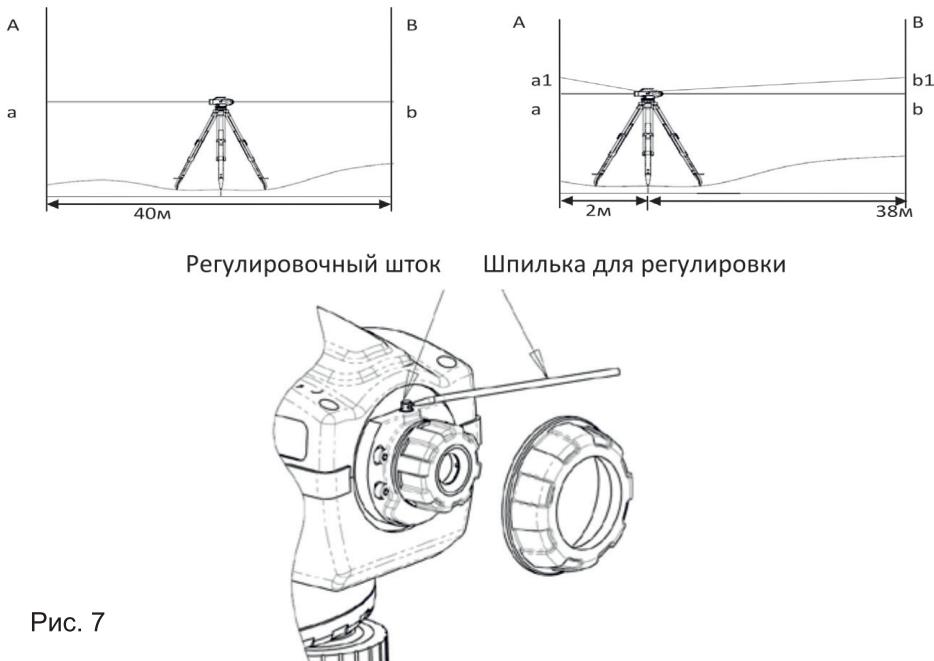

Рис. 7
3. Замерьте расстояние между точками a, a1 и b, b1. Разница в расстояниях a-a1 и b-b1 должна быть менее 3 мм, в противном случае необходимо произвести настройку окуляра (Рис. 7)